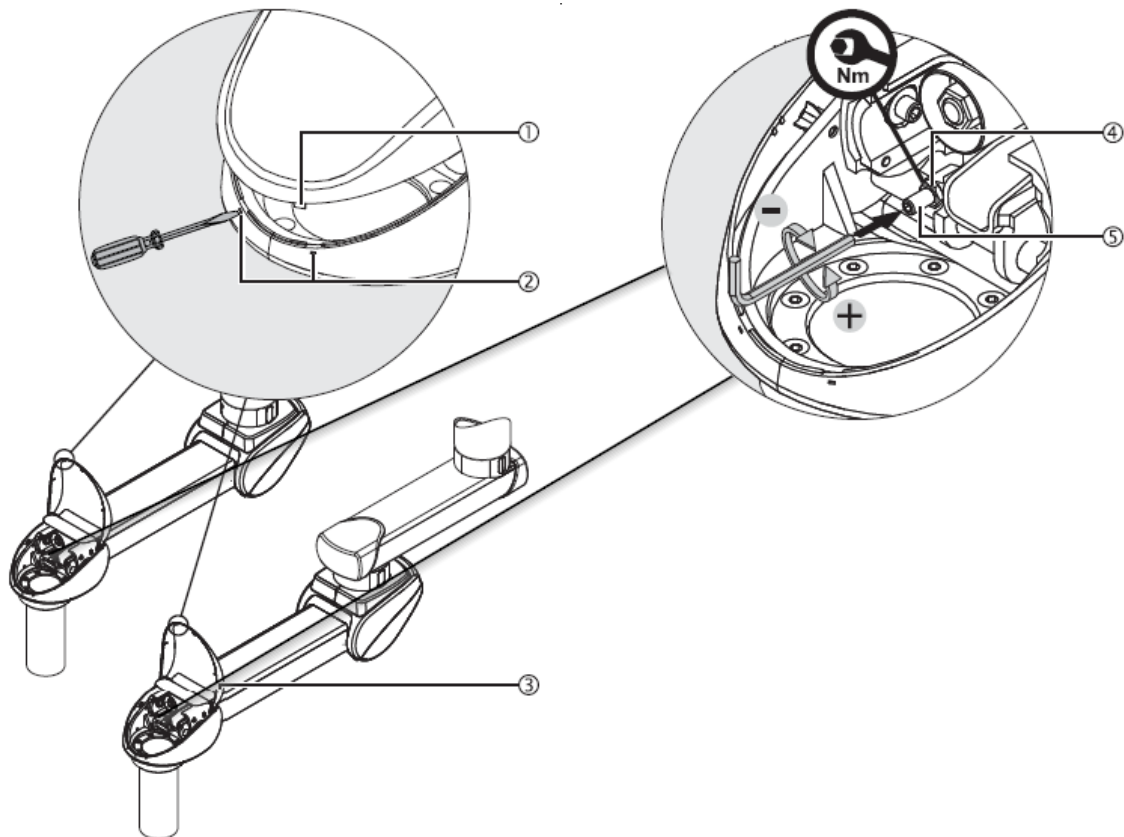

Abb. 16 Einstellung der vertikalen Höhe an einem Federarm
- Lösen Sie die 4 Schrauben M8 x 80 (2), mit denen der Servicekopf befestigt ist.
- Führen Sie die neuen Schläuche (1) vorsichtig durch das Aufhängungssystem und zur Schnittstellenplatte, wie in Abbildung 16 dargestellt.